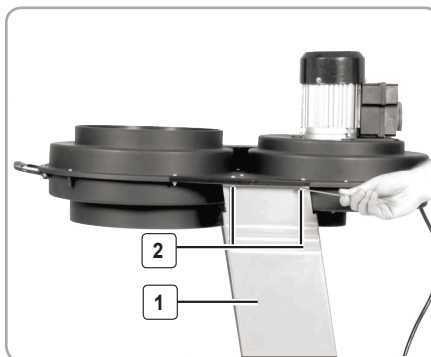

Fig.4
- Poziționați plăcile laterale Fig 4 (1) pe șuruburile de pe carcasa din material plastic (13) și fixați-le
cu piulițele (2) (Fig. 4).